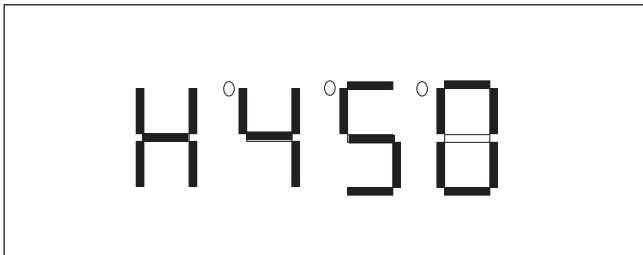

Рисунок 7 - Настройка верхнего уровня напряжения
- 1) В режиме «Верхний уровень напряжения» используйте кнопки «+» (для увеличения) и «-» (для уменьшения) значения напряжения, при достижении которого Устройство отключит двигатель. Заводская настройка верхнего уровня напряжения – 450 В (см. рисунок 7).